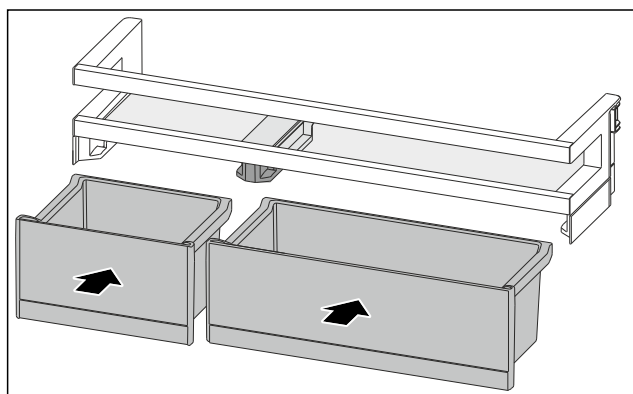

Fig. 191
- VarioBoxy vložte v opačném pořadí. (viz Fig. 191)